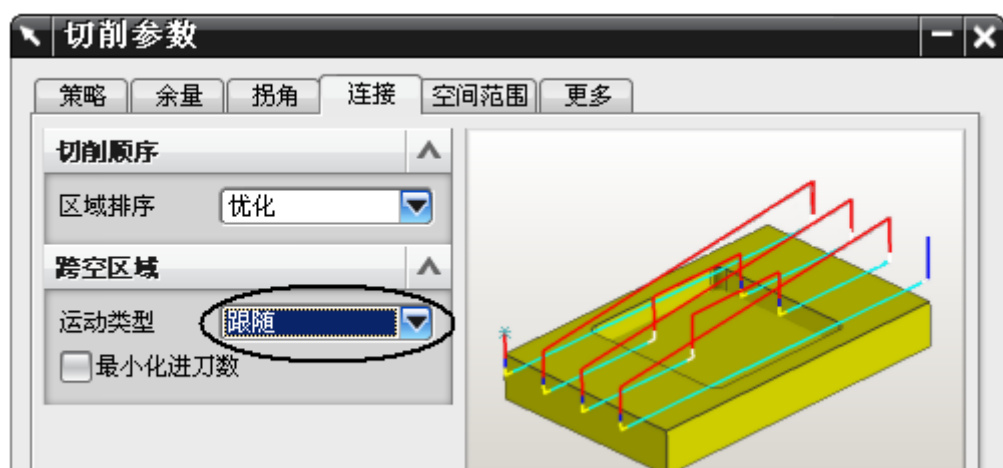

图 8-67
- 单击连接，设置跨空区域 Across Voids 为跟随，如图 8-67 所示，刀具在空处以**快进**速度跨越，单击 OK。